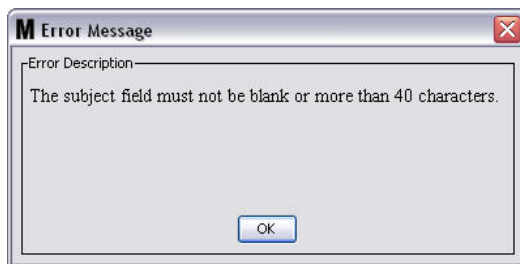

FIG. 143
- **Onderwerp:** identificeert de reden voor verzending van de e-mail. U moet een onderwerp opgeven. Er verschijnt een foutmelding zoals in FIG. 143 wanneer u op OK klikt zonder een onderwerp op te geven.